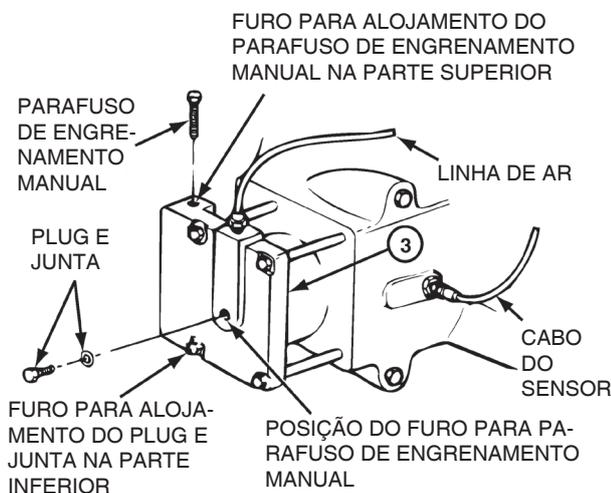

Figura 6.33
11. Instale o parafuso de engrenamento manual no seu alojamento nas versões do DCDL fixado por rosca ou fixado por parafuso. Figura 6.33 e Figura 6.34.
Instale o plug curto e a junta no furo de serviço no centro do DCDL. Figura 6.33.